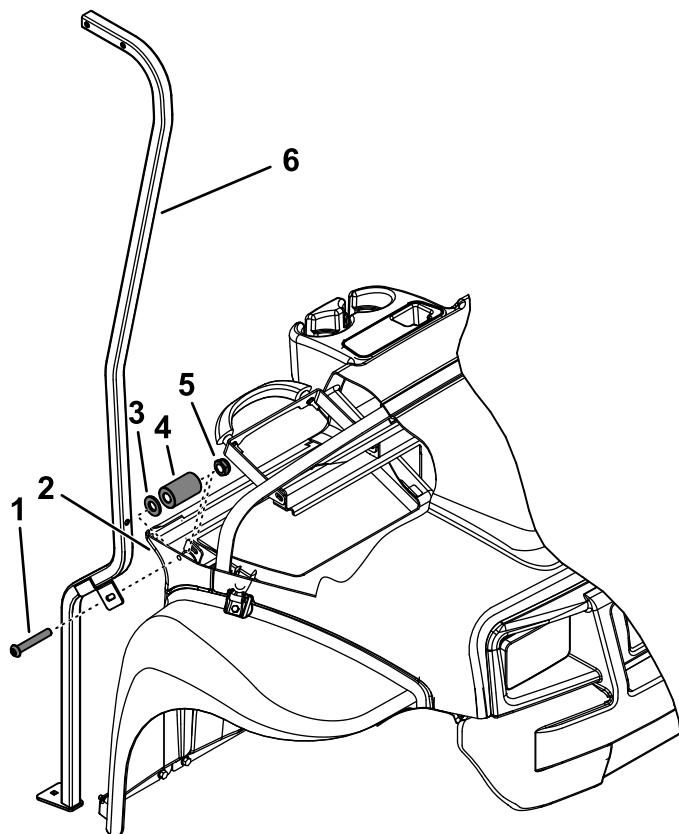

Рисунок 5
- A. Установите проставку и плоскую шайбу (11/32 дюйма) между приборной панелью и опорой приборной панели (Рисунок 5).
- B. Вставьте винт со сферической головкой с внутренним шестигранником (5/16 x 2 дюйма) через опору навеса, приборную панель и опору приборной панели (Рисунок 5).
- C. Установите фланцевую гайку (5/16 дюйма), чтобы прикрепить опору приборной панели к опоре навеса (Рисунок 5).